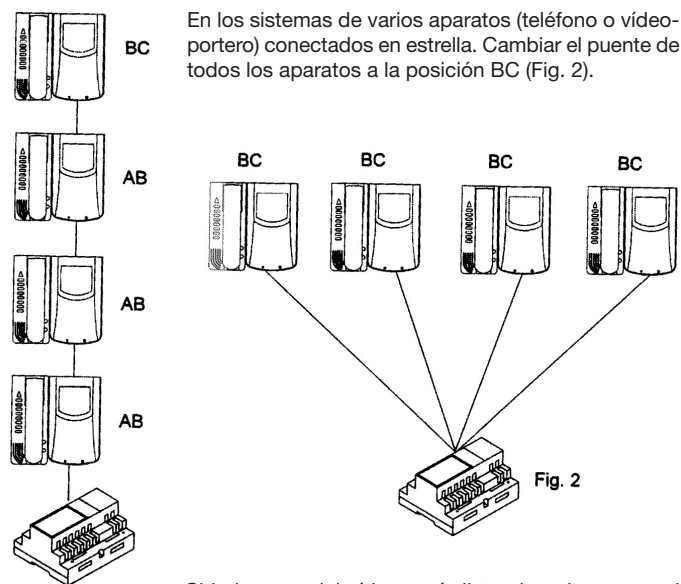

Fig. 1
En sistemas con varios aparatos (teléfonos o vídeo-telefonos) conectados en serie. Cambiar el puente del último aparato a la posición BC y mantener los puentes de los otros aparatos en la posición inicial (AB) (Fig. 1).